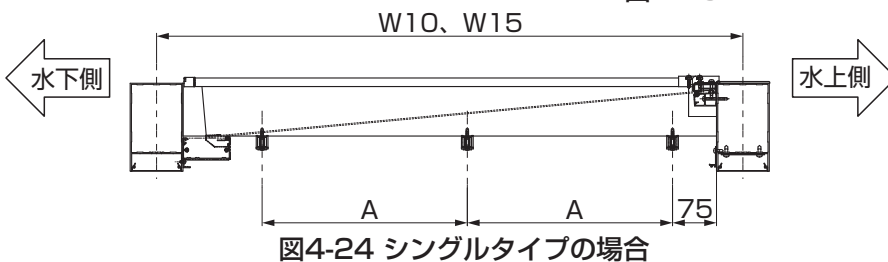

図4-24 シングルタイプの場合
- ①中間フレームに天井材共通スペーサー取付け用の下穴φ3.5をあけてください。(図4-24、図4-25参照)
- ②中間フレームに天井材共通スペーサーを【1-3】で取り付けてください。